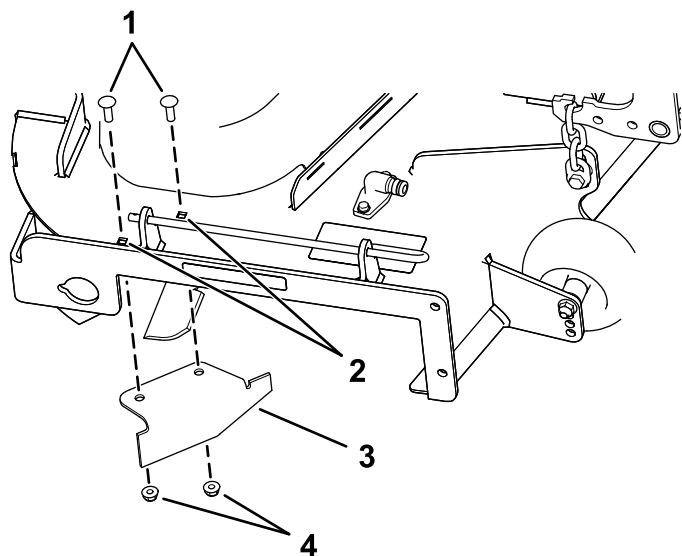

Figure 15
9. Localisez le déflecteur d'ouverture dans le sachet des pièces détachées et retirez les fixations des trous arrière de la plaque d'éjection (Figure 15).